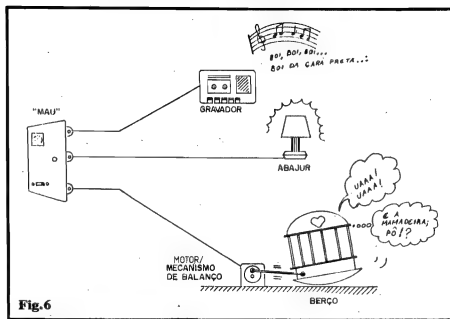

Fig. 6
- FIG. 6 - POSSIBILIDADES DA "MÃE ELETRÔNICA"... - A figura ilustra exemplos básicos, já mencionados, de cargas que a MAU poderá ativar (não obrigatoriamente todas elas, dependendo da disposição e do ânimo do bebê monitorado...). Em qualquer caso, a caixa do circuito, com o microfone, deve ser posicionada não muito longe do berço, de modo que o choro do baby possa impressionar devidamente a MAU... Observem que aquela sugestão do motor acionando um mecanismo de balanço para o berço, se efetivamente utilizada, deverá ser feita com extremo cuidado e segurança (passando por testes rigorosos antes da utilização real...), já que qualquer falha poderá (para sermos eufêmicos...) "danificar" a pobre criança, por excesso de "balançamento"...